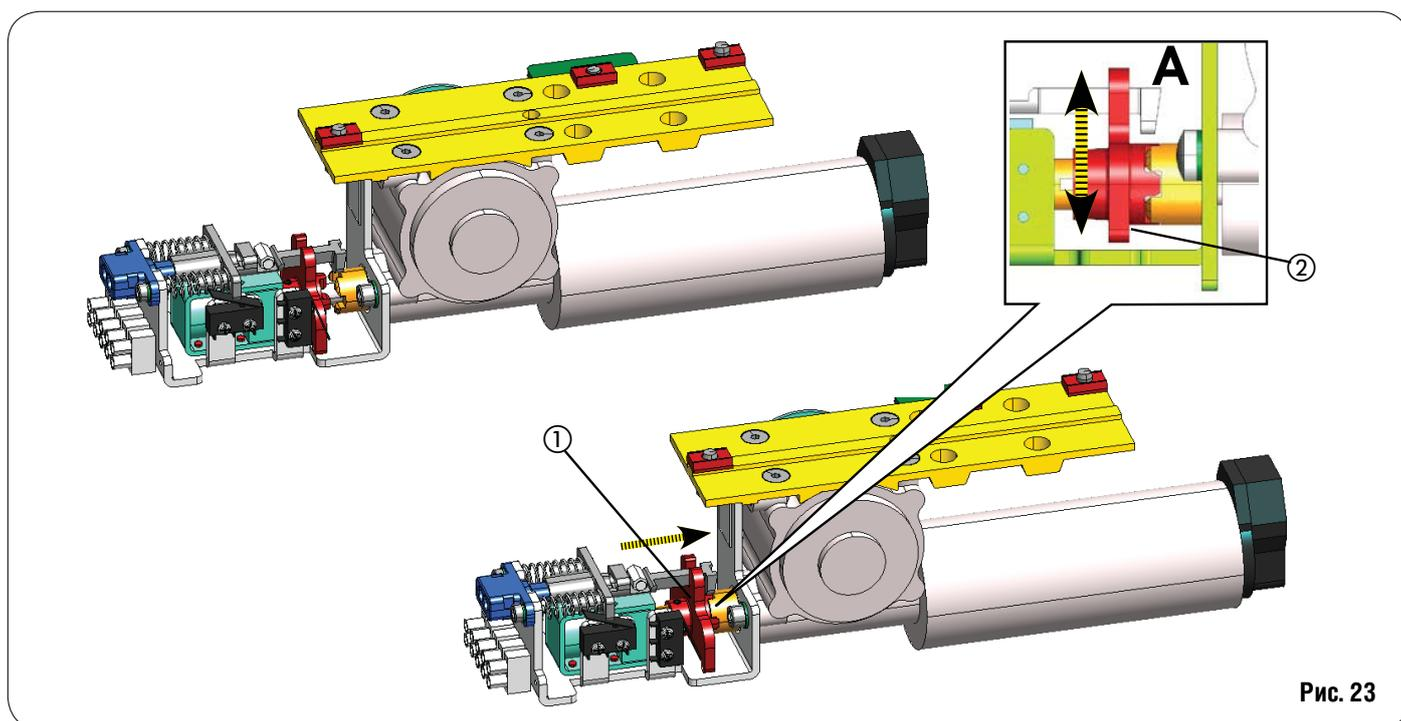

Рис. 23
- Рукой подвиньте рычаг (рис. 23 поз. 1) к валу мотора, проверяя правильность соединения как показано на рис. . 23, поз. 2).
Вертикально поверните рычаг (рис.23 поз. 2) и проверьте, есть ли сцепление между валом мотора и устройством блокировки.